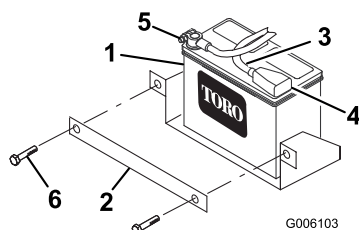

Figure 5
9. Placez la batterie sur la machine et fixez-la en position avec la barrette et les fixations enlevées précédemment (Figure 5).
10. Connectez le câble positif (rouge) à la borne positive (+) de la batterie à l'aide du boulon et de l'écrou fournis avec la batterie (Figure 5). Glissez le capuchon de caoutchouc sur la borne de la batterie.
11. Connectez le câble négatif (noir) à la borne négative (-) de la batterie à l'aide du boulon et de l'écrou fournis avec la batterie (Figure 5).